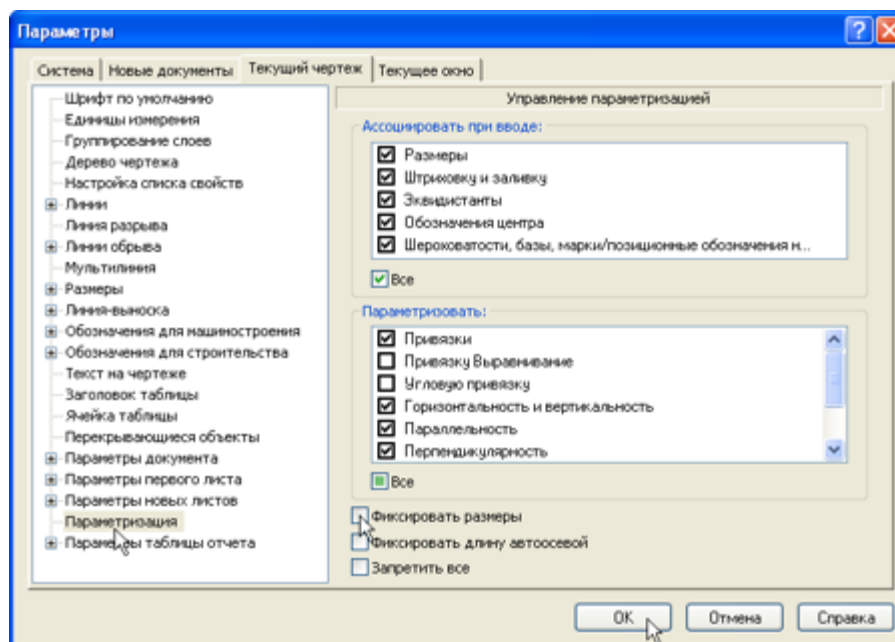

Рисунок 9.
- Отключите опцию Фиксировать размеры и нажмите ОК (рис. 9).